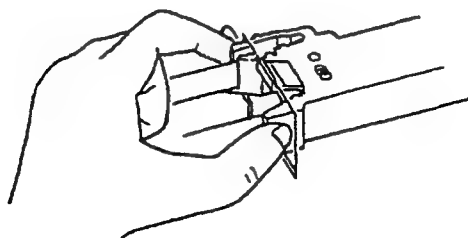

図6.9
- (10) リボンカセットを交換する場合は、リボンカセットラッチレバーを手前に押し、左側に引くと装着部からリボンカセットを取り出すことができます (図6.9)。